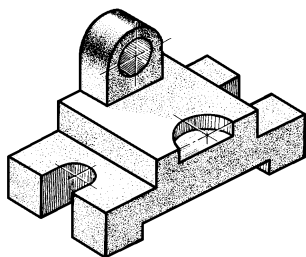

图 21
21. 根据轴测图（通孔、通槽）（图 21）画三视图，并标注尺寸（尺寸从轴测图上量取整数，作图比例 1:1）。
22. 根据三视图（图 21），画出合适的轴测图。